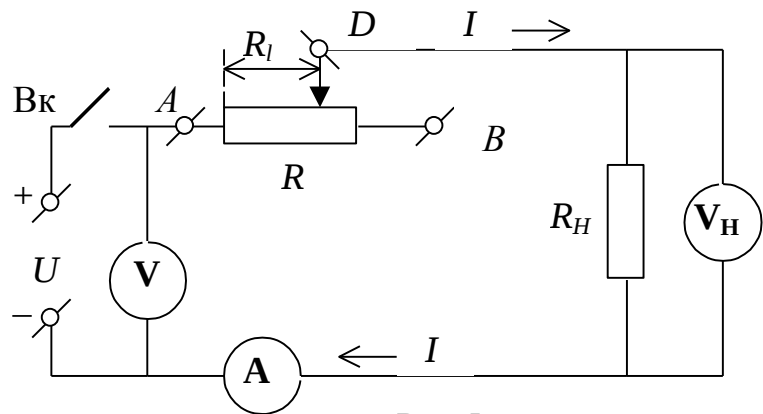

Рис.5
Рассмотрим электрическую цепь (рис.5), в которой реостат работает как регулятор тока (собственно реостат). В этом случае реостат включается в цепь *последовательно*. Если внутреннее сопротивление вольтметра очень велико, а амперметра мало по сравнению с сопротивлением нагрузки, ток в цепи будет таким:
1. Соберите цепь с нагрузкой $R_{H1}=120$ Ом согласно схеме (рис.5). Тумблер **Вк** во время сборки должен быть в разомкнутом положении. Постоянное напряжение от лабораторной сети подведено к клеммам с обозначением ± 6 В.